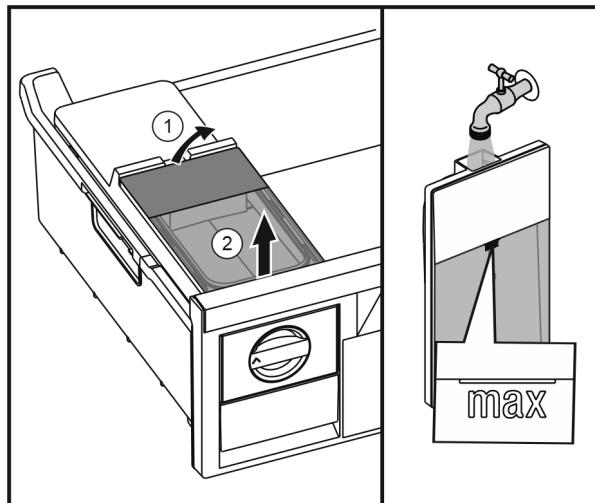

Fig. 30
- ▶ Поднять бак для воды сзади Fig. 30 (1) и извлечь движением верх Fig. 30 (2).